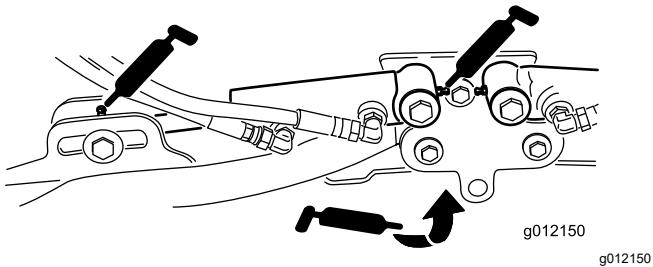

Figure 105
- Vérins des bras de levage des unités de coupe (x 2) (Figure 105)
- Pivots des bras de levage (x 1) (Figure 105)